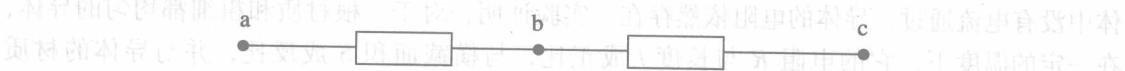

图 1-4
**例 1-2** 如图 1-4 所示，已知：当以 c 点为参考点时， $V_a = 5V$ ， $V_b = 2V$ ，求：
(2) 以 a 为参考点时，各点的电位与  $U_{ab}$ 、 $U_{bc}$ 。